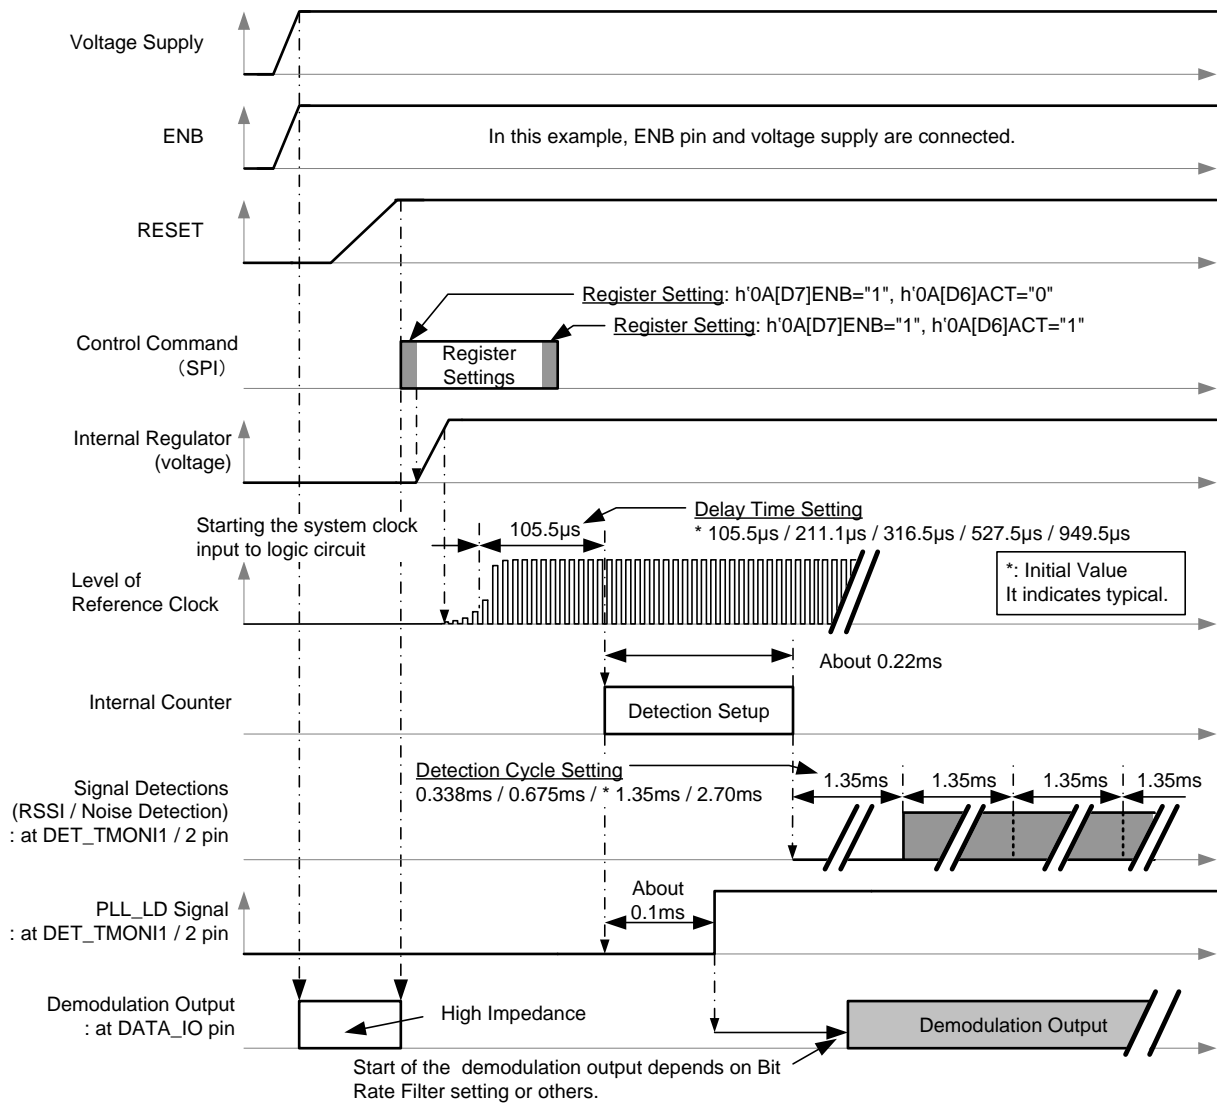

图 6-29 启动顺序时序图示例 (SPI 模式 / RX)
下图（图 6-29）显示了从省电/待机到 RX-运行的状态转换。
- 为了缩短此 IC 的启动顺序，有一种方法可以不经待机电就转换到运行状态。在使用这种方法时，首先把 ENB 引脚设为“H”， h'0A [D7] ENB = "1" 且 h'0A [D6] ACT = "1"，然后设置其他寄存器。但这样一来，如果内部设置和寄存器设置之间彼此重叠，可能会出现异常运行。为了避免上述情况，可以把 SPI 的速度设置得足够快，达到无法通信的程度，或选择如图 6-29 所述的方法。